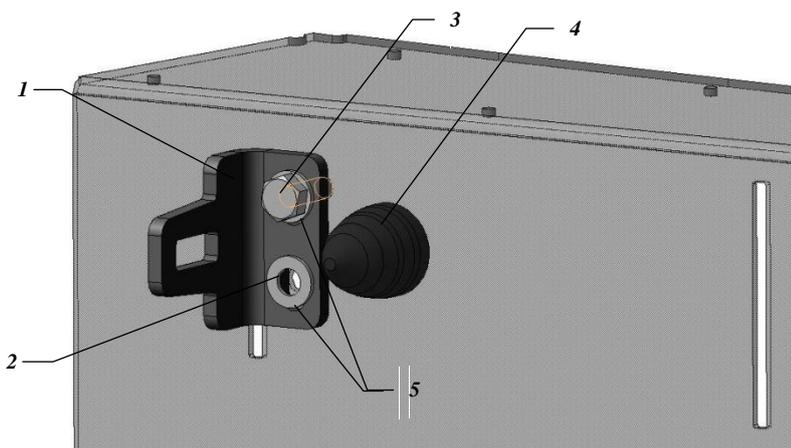
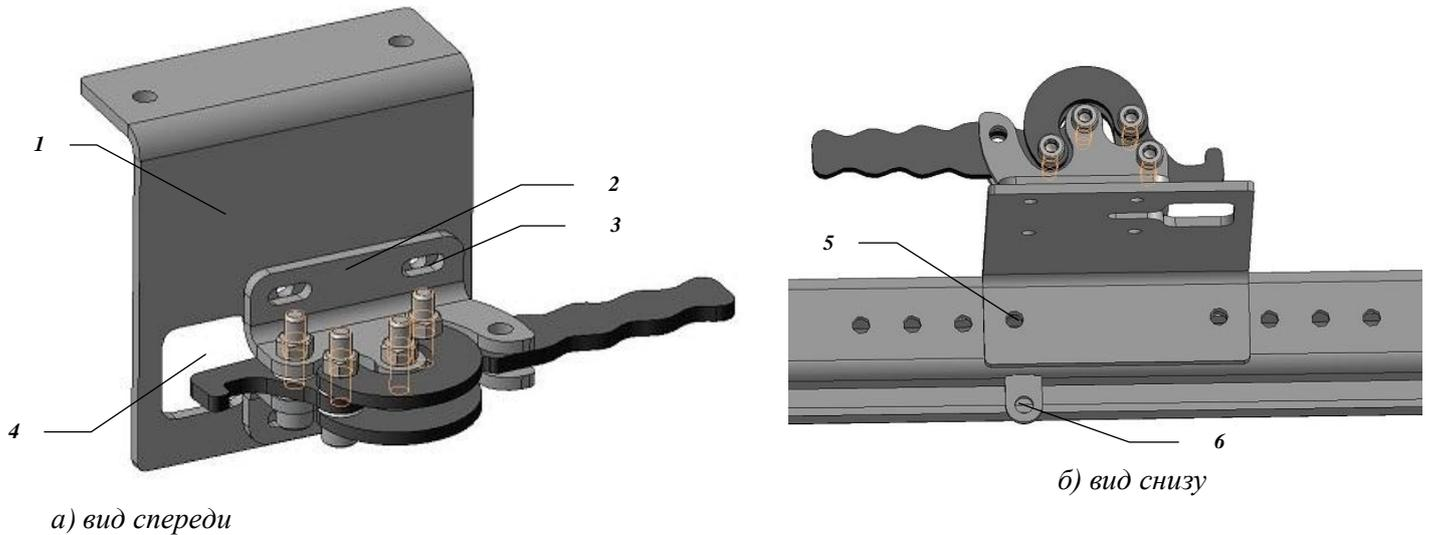

Рис. 6 Установка проушины и резинового отбойника
Рис. 8 (а, б) Установка запорного механизма
**а)** Установить проушину замка **1** на бампер, выровнять ее положение относительно ручки поворотного кронштейна при помощи пазов **5**. Правильное (выровненное) положение проушины должно обеспечивать полное закрытие поворотного кронштейна, которое означает попадание проушины в проем, находящийся на основании замка и касание резинового отбойника задней стороны основания (см. рис. 8)
- а) Установить основание запорного механизма **1** на нижнюю плоскость калитки с рядом отверстий *рис.8 б*. Спозиционировать его таким образом, чтобы предварительно установленная проушины замка (*рис.6*), находилась примерно посередине проема **4** в закрытом положении калитки.
- в) Установить запорный механизм **2** на основание **1**, как показано на *рис.8 а*.